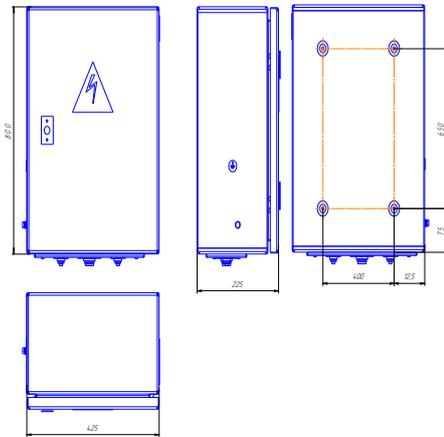

Рис. 1 Габаритные и присоединительные размеры.
6.3 Установить ЩЦАПЗС на месте эксплуатации и закрепить, присоединительные размеры приведены на рис. 1. Монтажное соединение шкафа к стене должно обеспечить класс защиты IP54.